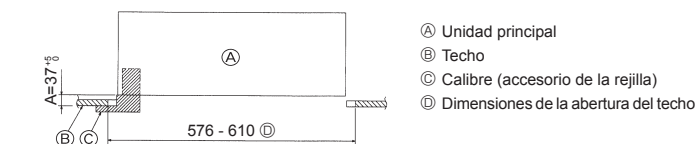

Fig. 2-6
- 3. Si no puede alinear la unidad principal en el orificio de montaje del techo, se puede ajustar posteriormente gracias a la ranura de la placa de montaje. (Fig. 2-6)